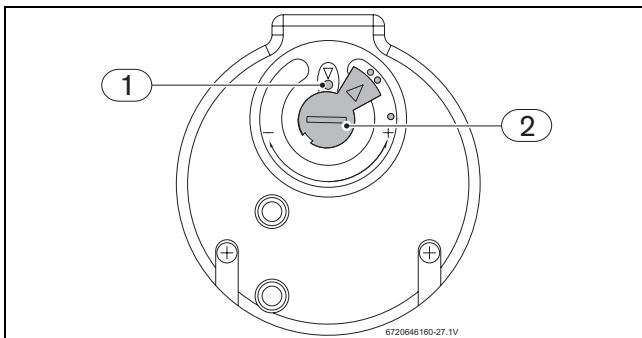

Fig. 50 Regolatore di temperatura
- ▶ Premere il tasto di riarmo fino all'arresto → Fig. 50, [1]).